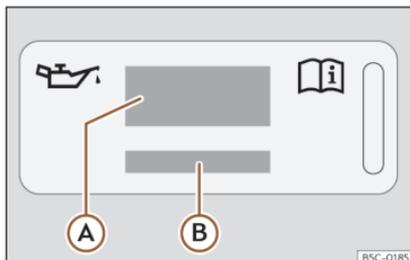
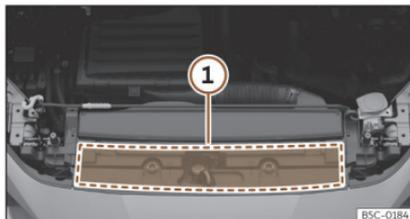

Fig. 218 En el vano motor: etiqueta de aceite de motor
Fig. 219 En el vano motor: zona de ubicación de la etiqueta de aceite de motor
Legenda de la >>> fig. 218 :
Si debe rellenar el aceite del motor, utilice uno de los aceites indicados en la etiqueta >>> fig. 218. La etiqueta con la norma prescrita se encuentra en la parte delantera en el vano motor >>> fig. 219 ①. Si utiliza el aceite de motor recomendado, se puede corregir el nivel del llenado tantas veces como sea necesario.